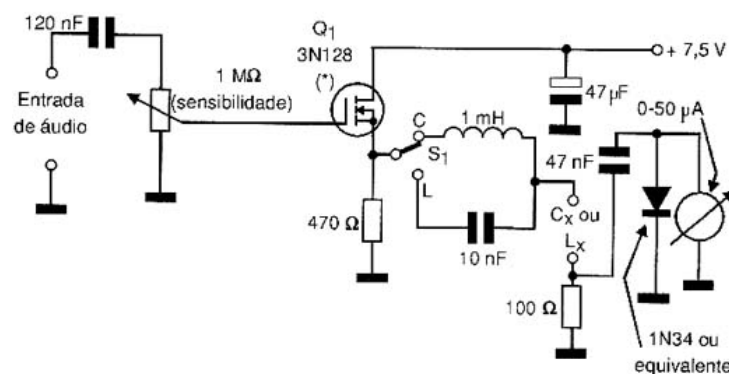

Figura 13: Circuito do provador de bobinas e capacitores.
- **PROVADOR DE BOBINAS E CAPACITORES:** O circuito da figura 13 é uma ponte que serve tanto para medida de capacitâncias como indutâncias e faz uso de um transistor de efeito de campo MOS de canal duplo alimentado por uma tensão de 9 V.